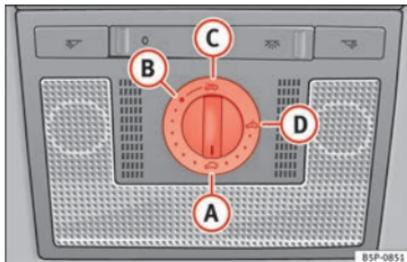

Fig. 56 Dettaglio del rivestimento interno del tetto: manopola del tettuccio scorrevole/ sollevabile.
- Ruotare la manopola sulla posizione **(A)** » fig. 56 » ⚠.